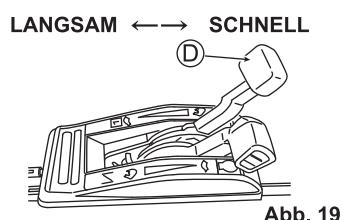

Abb. 19
- 5 Passen Sie die Geschwindigkeit mithilfe des Ganghebels (D) an. (Siehe Abb. 19)